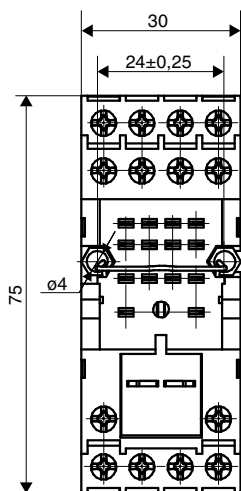

Рисунок 1. Розетка P30 с креплением на панель
- винтами, на панель (**рисунок 1**);